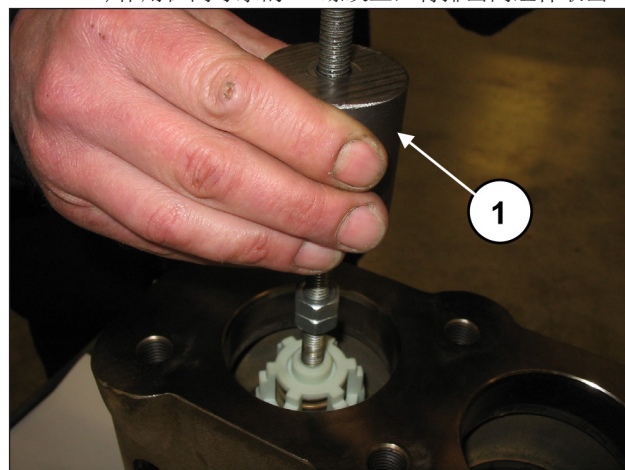

图 110
用一个锤头式提取器（代码27516400）作用在阀导承的M10孔上（位置①，图 110），或者用一个M10-M16适配器（代码25089700）作用在阀导承的M16螺纹上，将排出阀组件取出。